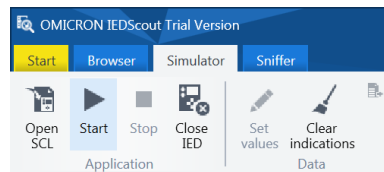

Imagen 408_Inicio de simulación.
6.1.8 Para comenzar la simulación daremos clic en la venta de “START” como se muestra en la **Imagen 408**.